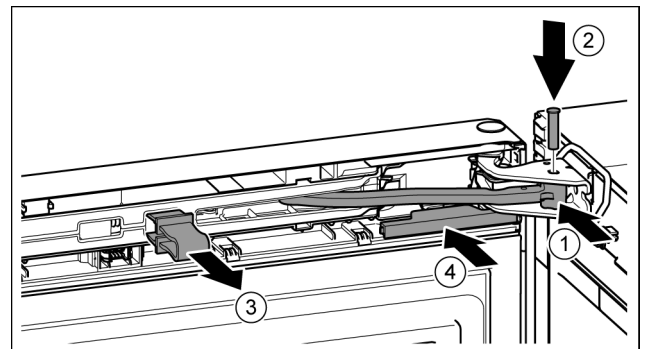

Fig. 22
▶ Tourner l'articulation dans le support de palier. Fig. 22 (1)
- ▶ Introduire le boulon dans le support de palier et l'articulation. Veiller à ce que l'ergot d'encliquetage repose correctement dans la rainure. *Fig. 22 (2)*
- ▶ Enlever l'arrêtoir. *Fig. 22 (3)*
- ▶ Enfiler le cache. *Fig. 22 (4)*